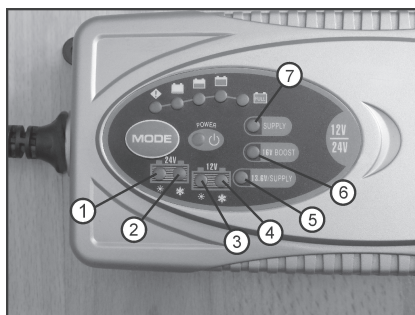
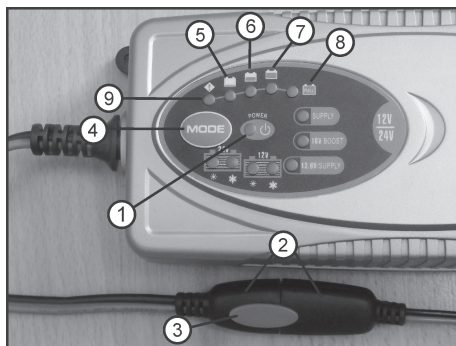

Fig. 1
Fig. 2
Le chargeur détecte automatiquement si vous avez connecté un 12 V ou une 24 V batterie. Une tension de batterie de 14,6 à 21 V est reconnue comme une batterie de 24 V. Il existe six différents programmes de charge (modes 1 à 6). Le programme de charge souhaité sera uniquement après la connexion à la batterie en appuyant sur la touche mode (Fig. 2, pos. 4) sélectionné.
Mode 1 (Fig. 1, Pos. 1: 24 V Symbole du soleil) est un programme de chargement normal pour des 24 batteries V. La tension de charge finale est de 28,8 V. Le courant de charge maximal est de 3,5 A. Mode 1 convient pour la capacité de la batterie entre 14 Ah à 120 Ah au plomb-gel, plomb-acide ou d'autres types de plomb.
Mode 2 (Fig. 1, Pos. 2: 24 V et symbole de flocon du neige) un chargeur pour batterie 24 V est spécialement conçu pour le type de batterie AGM. La tension finale de charge est de 29,4 V. Le courant de charge maximal est de 3,5 A. Mode 2 convient pour la capacité de batterie entre 14 Ah à 120 Ah. Le mode 2 est également adapté pour charger les 24 V batteries à des températures inférieures à 10 °C.
Mode 3 (Fig. 1, Pos. 3: 12 V Symbole du soleil) est un programme normal de chargement pour 12 V batteries. La tension finale de charge est de 14,4-V. Le courant de charge maximal est de 7 A. Mode 3 convient pour la capacité de la batterie entre 14 Ah et 230 Ah au plomb-gel, plomb-acide ou types de plomb.
Mode 4 (Fig. 1, Pos. 4: 12 V et symbole de flocon de neige) un chargeur pour batterie 12 V est spécialement conçu pour le type de batterie AGM. La tension finale de charge est de 14,7 V. Le courant de charge maximal est de 7-A. Mode 4 convient pour la capacité de la batterie entre 14 Ah et 230 Ah. Le mode 4 est également adapté pour charger les batteries à des températures inférieures à 10 °C.
Mode 5 (Fig. 1, Pos.5: 13,6 V / Supply) est un programme, dans lequel la sortie de charge sous une tension de 13,6 V est limitée. Ainsi, les batteries de 12 V peuvent être raccordés en permanence sans surcharge. Selon l'état de charge, le courant de charge est réglé automatiquement. Le mode 5 est adapté pour une capacité de la batterie entre 14 Ah et 230 Ah au plomb-gel, plomb-acide ou types de plomb.
Le mode 5 est activé comme source d'alimentation lorsque la batterie n'est pas connectée à la touche « Mode » (Fig. 2, pos. 4) enfoncée pendant 3 secondes environ. Le chargeur comme source d'énergie est activé, les LEDs « 13,6 V / Supply » lumière (Fig. 1, point 5) et « Alimentation » (Fig. 1, point 7).
La consommation électrique de l'appareil connecté est également seulement temporairement supérieure à 5 A, automatiquement, l'appareil s'arrête le pouvoir et se met en mode veille (seulement le LED Fig. 2, lumières Pos. 1).
a) Branchez le chargeur sur un bloc d'alimentation (220 - 240 V/CA). Le « Pouvoir » LED a conduit (Fig. 2, Pos. 1). L'appareil est en mode veille.
b) Fixez le câble du chargeur avec les pinces crocodiles pour le câble de charge, jusqu'à ce qu'elle s'enclenche (Fig. 2, Pos. 2). Cette fiche est (comme dans l'adaptateur de câble de charge avec sécurité périphérique de connexion fixe aussi) polarité et peuvent être ajoutés uniquement à un poste ensemble. Pour libérer la connexion, vous devez enfoncer la touche de l'adaptateur (Fig. 2, pos. 3) du « Côté de fil du charge » quoi ce soit en et puis desserrer la fiche de contact. Maintenant, montez la pince crocodile rouge au pôle positif, la pince alligator noir à la borne négative de la batterie.
- c) Utilisez le bouton « Mode » (Fig. 2, Pos. 4) sur le chargeur, le chargeur de droit (Mode 1 à 6). Pour ce faire, appuyez sur la touche « Mode » à plusieurs reprises jusqu'à ce que l'état souhaité est atteint.
- d) La batterie est connectée à la polarité correcte, pas défectueuse (haute-résistivité ou interrompu) et assure l'alimentation électrique, la processus de charge démarre après moins d'une seconde. Selon la charge de la batterie et son état (par exemple batterie ancienne ou nouvelle; Batterie vide, etc.). les quatre LED de lumière clignotent (Fig. 2, Pos. 5 à 8) et affichent la progression du chargement.
La première LED rouge clignote avec une batterie vide (Fig. 2, Pos. 5). Si la LED rouge (Fig. 2, Pos. 5) est allumée en permanence, l'accu est chargé à 25%.
La prochaine LED rouge clignote (Fig. 2, Pos. 6). Si la LED rouge (Fig. 2, Pos. 6) est allumée en permanence, l'accu est chargé à 50%.
La LED rouge suivante (Fig. 2, Pos. 7) clignote. Si la LED rouge (Fig. 2, Pos. 7) est allumée en permanence, l'accu est chargé à 75%.
La prochaine LED « FULL » clignote vert (Fig. 2, Pos. 8). La batterie est complètement chargée, la LED « FULL » (Fig. 2, Pos. 8) est allumée en permanence. Le chargeur ne transmet plus que peu de courant à l'accu pour maintenir la charge.
Si une batterie est déchargé, le chargeur commence avec un programme de recyclage spécial (charge d'impulsion). Dans ce cas, le premier dirigé sur les flashes de charge (Fig. 2, Pos. 5), que la situation de stress est suivie en rythme rapide (0,5 seconde marche/arrêt) dans la phase initiale de la recharge. Si la tension de batterie est 12 V environ 10,5 V (Batterie 24 V a 21 V), le chargeur bascule vers le programme de chargement précédemment sélectionné.
- e) Arrêtez le processus de charge lorsque la LED « 100% » (Fig. 2, Pos. 8) s'allume en permanence. Pour ce faire, débranchez la batterie du chargeur et tirez sur la fiche de la prise.
Une protection de polarité inversée est installée dans le chargeur. Le chargeur est branché à une prise de courant et une polarité de la batterie est connectée, qui s'allume en rouge « Erreur » LED (Fig. 2, point 9). Vérifiez la polarité de l'accu et du câble de raccordement.
Le chargeur surveille en permanence le processus de charge. Si détectée une batterie défectueuse est détectée, une ension de batterie trop élevée ou trop faible, un temps de charge trop long (plus de sept heures dans le programme de recyclage, plus de 41 heures pour le chargeur, si en raison du maintien de tension batterie recharge n'est pas encore lancé) ou un court circuit électronique s'arrête le processus de charge. L'appareil est alors en mode veille et la LED « Power » (Fig. 2, Pos. 1) s'allume.